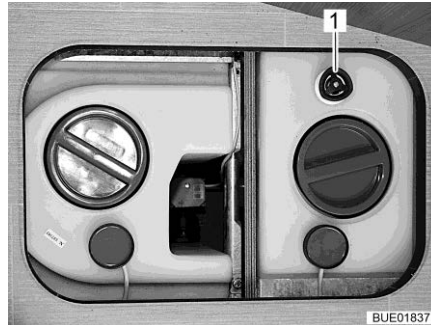

Fig. 194 Réservoir d'eau avec poignée tournante
- Faire tourner à fond dans le sens des aiguilles d'une montre la poignée tournante (Fig. 194,1) située sur le réservoir d'eau.
- Faire tourner la poignée tournante (Fig. 194,1) située sur le réservoir d'eau dans le sens inverse des aiguilles d'une montre jusqu'à ressentir une résistance. L'eau s'écoule jusqu'à ce qu'il n'en reste que 20 litres.